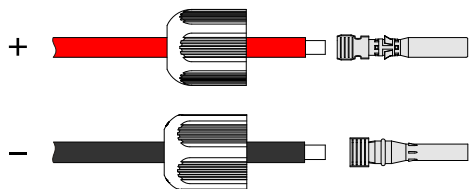

Figura 3-36 Crimpare i terminali in metallo
- Fase 2** Allentare i dadi di bloccaggio dei connettori positivo e negativo, far passare i fili positivi e negativi attraverso i dadi di bloccaggio corrispondenti e crimpare il filo positivo e il filo negativo rispettivamente ai terminali metallici positivo e negativo, quindi controllare se i fili positivi e negativi sono crimpati saldamente, come mostrato in Figura 3-36.